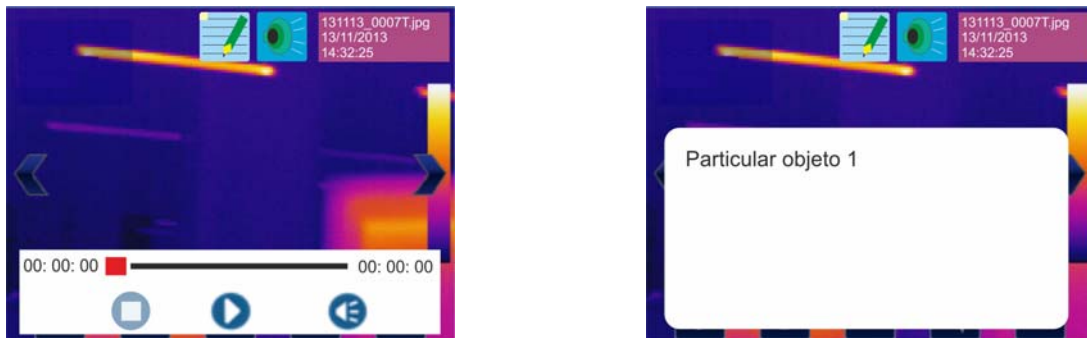

Fig. 66: Visualización anotación de voz y de texto
5. Toque el icono “”. Se muestra la siguiente pantalla (vea la Fig. 66 – Parte izquierda)
10. Toque el icono “📝” para visualizar la anotación de texto. Se muestra la pantalla de Fig. 66 – Parte derecha